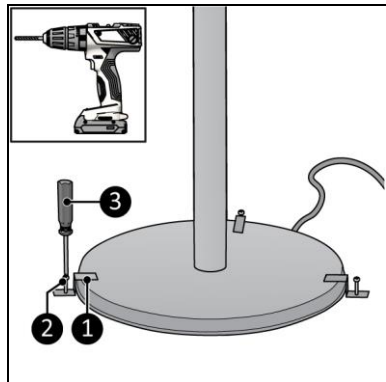

Figur 10
4. Sørg for afbryder I (figur 10, pos. 3) og afbryder II (figur 10, pos. 2) begge er i OFF-position.
5. Sæt stikket (figur 10, pos. 1) i en jordet stikkontakt, der er let tilgængelig. Brug en jordet stikkontakt med en minimal effekt på 2100 watt.
- lav indstilling: tryk på afbryder I (figur 10, pos. 3)
- mellem indstilling: tryk på afbryder II (figur 10, pos. 2)
- høj indstilling: tryk på afbryder I (figur 10, pos. 3) og afbryder II (figur 10, pos. 2)
1. Sørg for, at afbryder I (figur 10, pos. 3) og afbryder II (figur 10, pos. 2) er i OFF-position.
2. Tag stikket ud af stikkontakten (figur 10, pos. 1).